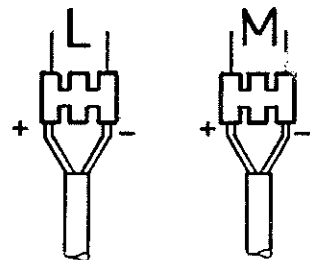

Fig. 7
Il est recommandé d'alimenter l'allumeur à partir d'une source 12 V séparée. Pour cela, supprimez les shunts (1) et (2) et branchez comme le montre la fig. 7.